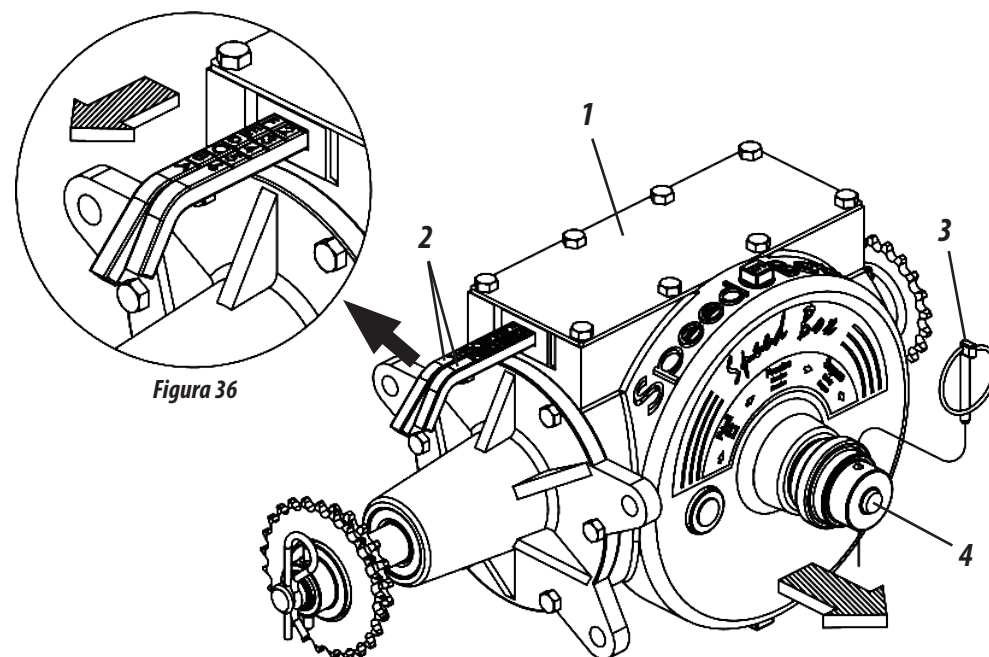

Figura 36
## SPEED BOX (FIGURA 36)
- 1- Selecione a quantidade desejada nas tabelas e verifique a combinação correspondente nas alavancas (2). **Exemplo:** Posição **F2** na tabela, indica que a alavanca com letras deve estar na posição **"F"** e a alavanca com números deve estar na posição **"2"**, conforme mostra a figura 36.
- 2- Para movimentar as alavancas, retire a trava (3), puxe a manopla (4), em seguida, regule as alavancas conforme exemplo acima. Ao terminar a combinação, retorne a manopla (4) e recoloque a trava (3).